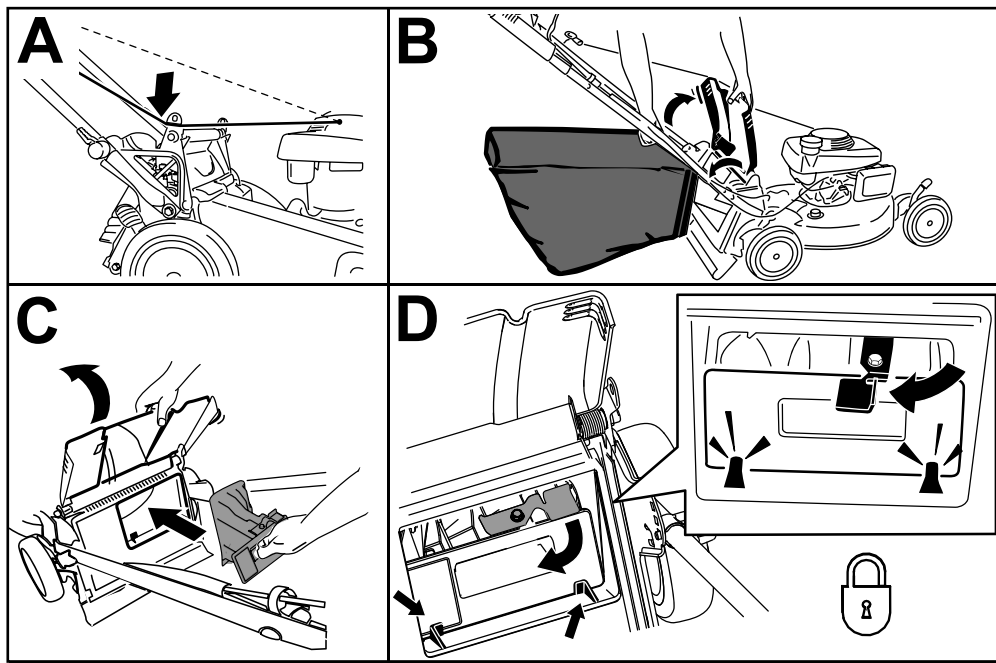

Figura 19
1. Pase la cuerda del arrancador alrededor de la guía de cuerda inferior (Figura 19, A).
2. Levante y sujete el deflector trasero y levante la bolsa por el asa para separarla de las muescas de los soportes del manillar (Figura 19, B).
3. Instale el tapón trasero (Figura 19, C).
**Importante:** Asegúrese de que el tapón trasero está bloqueado en su sitio. Para bloquear el tapón, presione firmemente hasta que encaje en su lugar detrás de las pestañas, y gire la palanca del tapón a la izquierda (Figura 19, D).